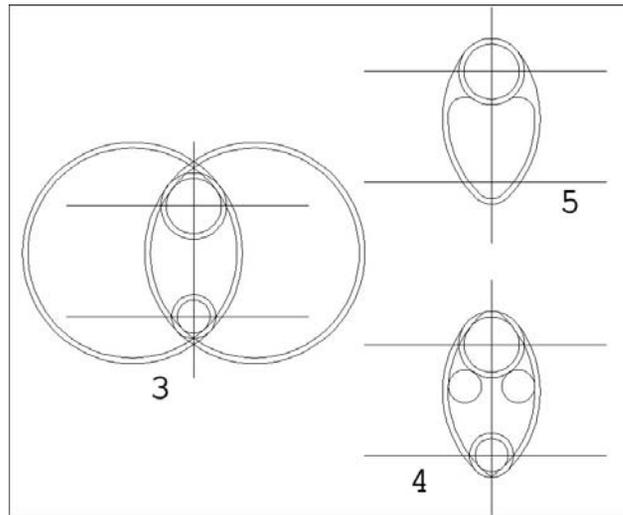

Fig.4.35
- ▶ Ajuster les cercles pour finaliser la pièce (fig.4.35).